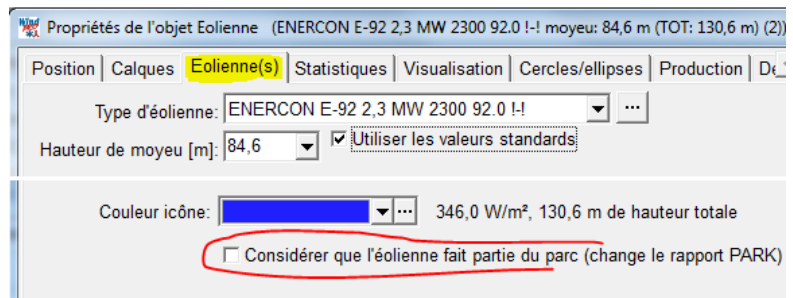

Figure 29
- Cas des *Eoliennes-existantes* (icônes bleues) : leurs effets seront pris en considération si elles se trouvent dans la zone couverte par le(s) fichier(s) .rsf (c.à.d. que des données de vent sont disponibles à leur emplacement), sinon leurs effets seront ignorés dans le processus d'optimisation et dans le calcul de productible associé. Dans le rapport PARK, le productible peut intégrer, ou pas, les éoliennes existantes selon que dans les *Propriétés de l'éolienne* l'option *Considérer que l'éolienne fait partie du parc* est cochée, ou pas, voir Figure 29.